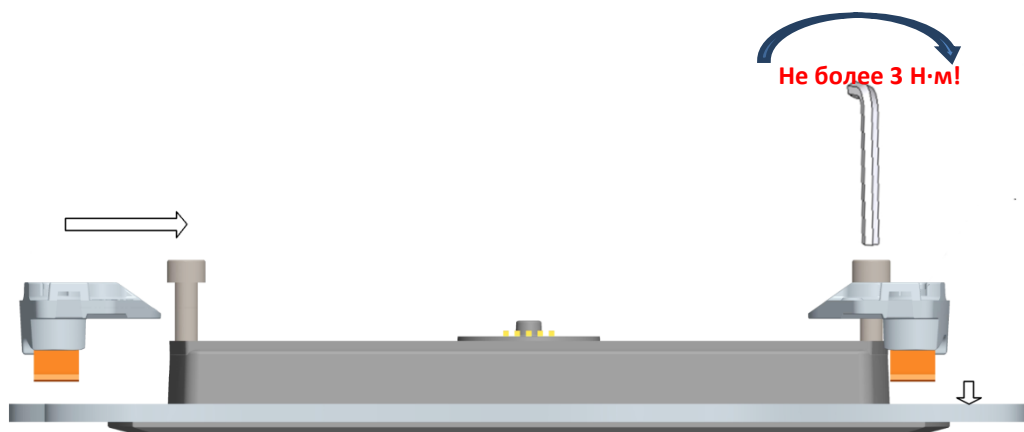

Рис. 11:
4. Вставьте держатели пружины с обеих сторон вдоль направляющего паза под винтом с цилиндрической головкой так, чтобы винт оказался в центре отверстия держателя пружины, как показано на рис. 11 слева. Датчик установлен в надлежащее положение.
5. После этого винты с цилиндрической головкой следует попеременно затянуть шестигранным ключом на 4 (см. рис. 11, справа).